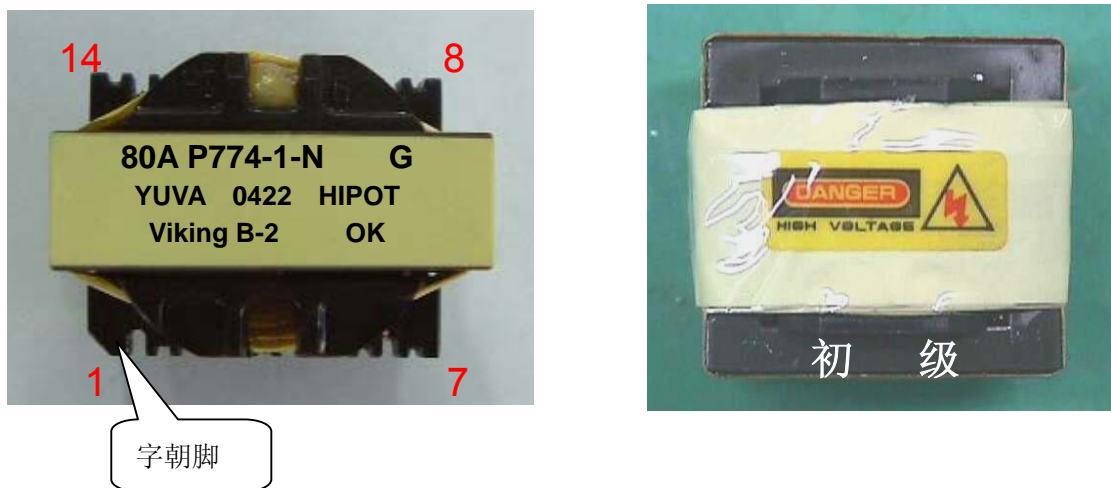

图 6.23
- 3、贴标签：料号标签及危险标签须依图面所规定的置及方向盖印或黏贴。标示 "DANGER" "HIGH VOLTAGE" 及闪电符号标签应贴付于变压器的上方中央位置。其贴示方向以箭头  方向朝变压器初级绕组为作业要求。(如图 6.23)